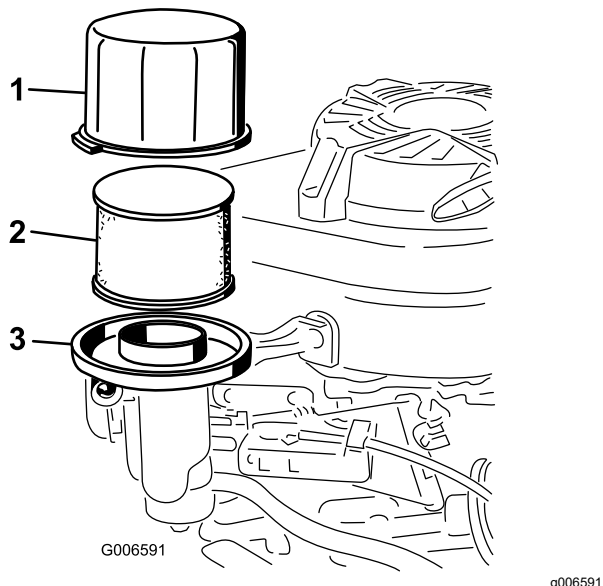

Figura 26
3. Retire la tapa y límpiela a fondo (Figura 26).
4. Retire el prefiltro de gomaespuma y el filtro de papel (Figura 26).
5. Retire el prefiltro de gomaespuma del filtro de papel (Figura 26) y sustituya el filtro de papel si está excesivamente sucio.
6. Vuelque la máquina, con el filtro de aire hacia arriba, para drenar el aceite en el recipiente (Figura 26).